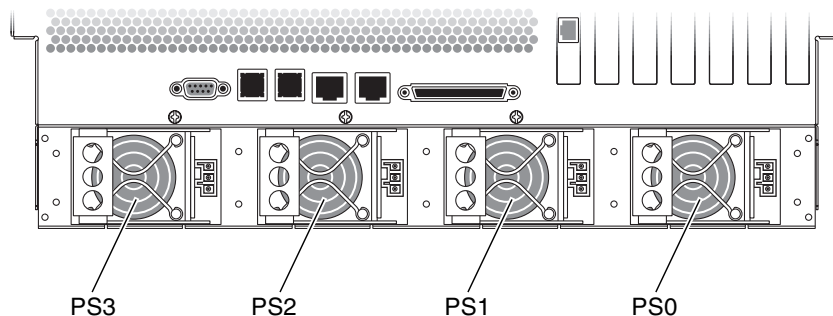

FIGURA 1-16 Posizioni degli alimentatori
Gli alimentatori del server Netra 440 sono unità sostituibili a caldo. Sono stati progettati per essere installati o rimossi in modo pratico e veloce da parte di personale di assistenza qualificato, anche quando il sistema è in piena attività. Gli alimentatori (PS) sono installati in vani posti nella parte posteriore del sistema, come indicato nella FIGURA 1-16.